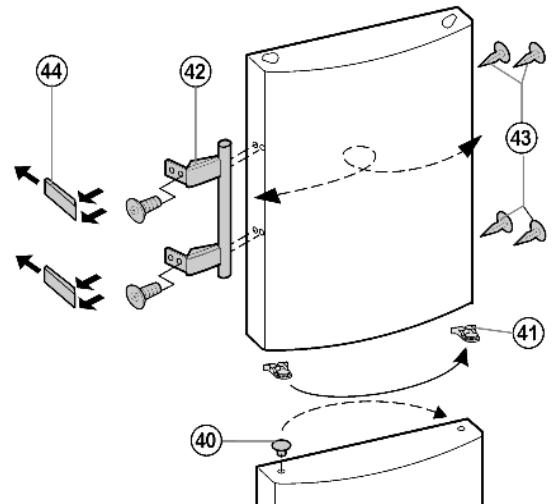

Fig. 9
- Desencaje la grapa elástica Fig. 9 (41) de la puerta superior y cámbiela al nuevo lado de la bisagra.
- Retire el tapón Fig. 9 (40) del casquillo de cojinete de la puerta inferior y cámbielo de sitio.
- Desmonte los tiradores de la puerta Fig. 9 (42), los tapones Fig. 9 (43) y las placas de presión Fig. 9 (44) y cámbielos al lado opuesto.